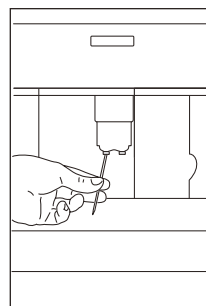

Fig. 34
- ▶ Controllare periodicamente che i fori dell'erogatore caffè non siano otturati. Se necessario, rimuovere i depositi di caffè con uno stuzzicadenti (Fig. 34).